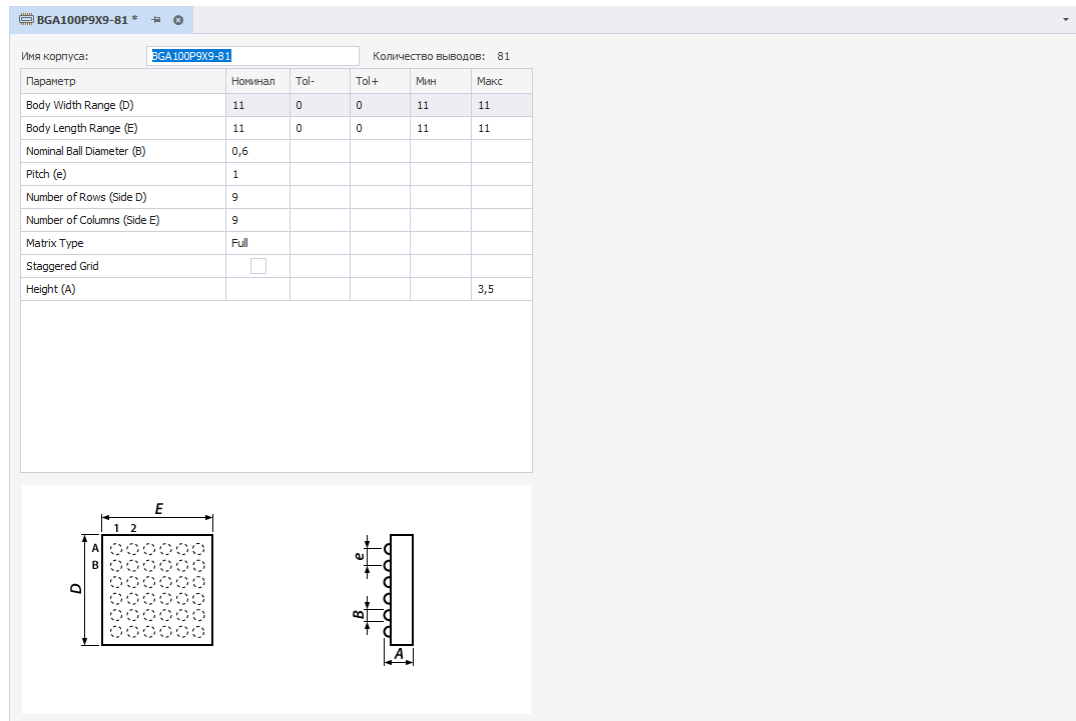

Рис. 82 Окно для заполнения параметров корпуса
3. Заполните необходимые параметры корпуса в открывшемся окне. Пример отображаемого окна показан на Рис. 82.